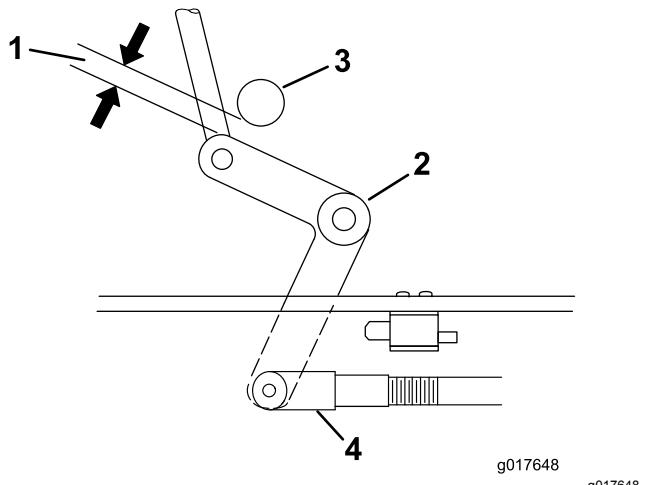

Figura 44
4. Ajuste la longitud del acoplamiento hasta que el extremo inferior de la palanca acodada casi roce el refuerzo del soporte del eje (Figura 44).
9. Afloje la tuerca de la horquilla (Figura 44).